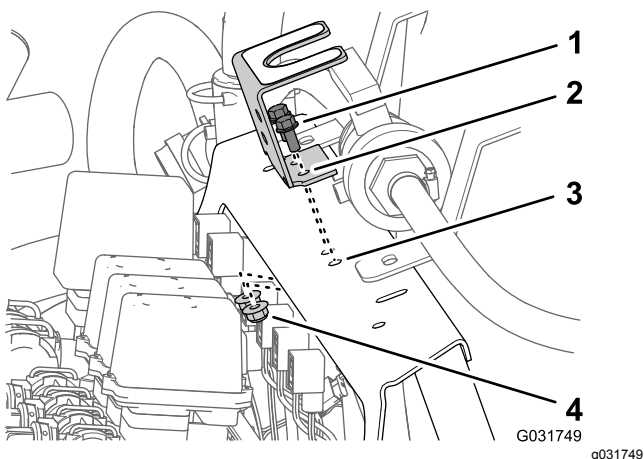

Figure 38
4. Retirez les 2 boulons à embase (5/16" x 3/4") et les 2 écrous à embase (3/8") qui fixent le support du clapet à bille au support du collecteur, et séparez les deux supports (Figure 38).